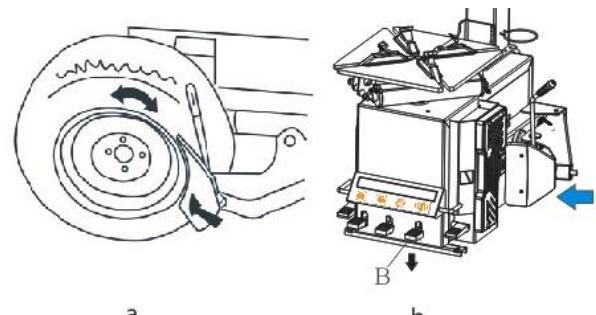

Abb.13
- Schieben Sie die Druckscheibe auf etwa 1 cm von der Kante von dem Reifen, wie in Abb. 13 A dargestellt.